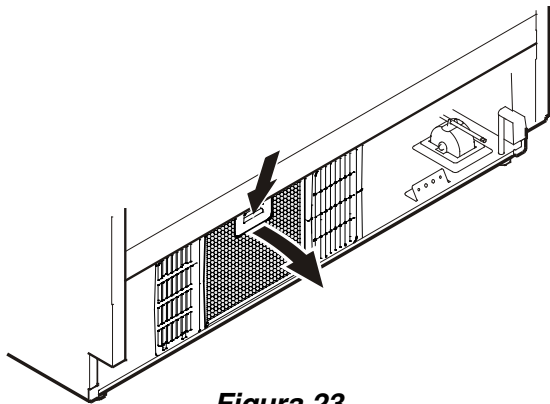

Figura 23
- Presione el botón del filtro de aire, inclínelo hacia adelante y retírelo - **Figura 23**.